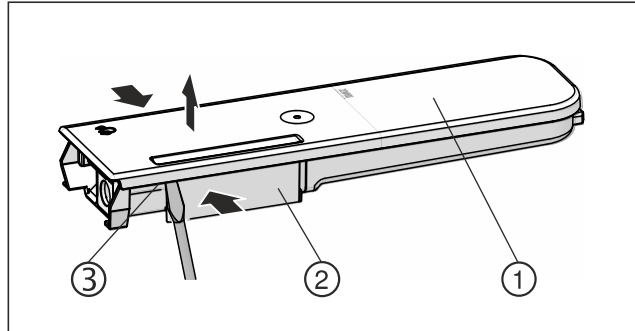

Fig. 151
- ▶ Paina vesisäiliötä Fig. 151 (2) kokoon ja avaa kannen Fig. 151 (1) lukitukset varovaisesti Fig. 151 (3) ja vedä ylös.
- ▶ Liikuta kantta Fig. 151 (1) hieman edestakaisin ja ota ylöspäin pois.